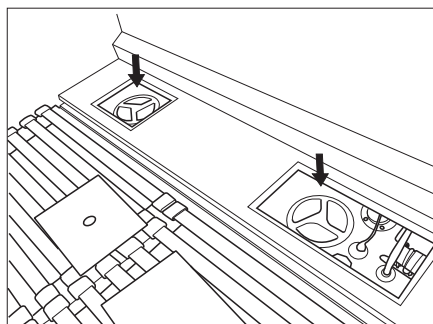

Figure 68 Ouvertures de nettoyage
- Dévisser les ouvertures de nettoyage et les enlever (Figure 68). L'ouverture d'écoulement est désormais accessible.